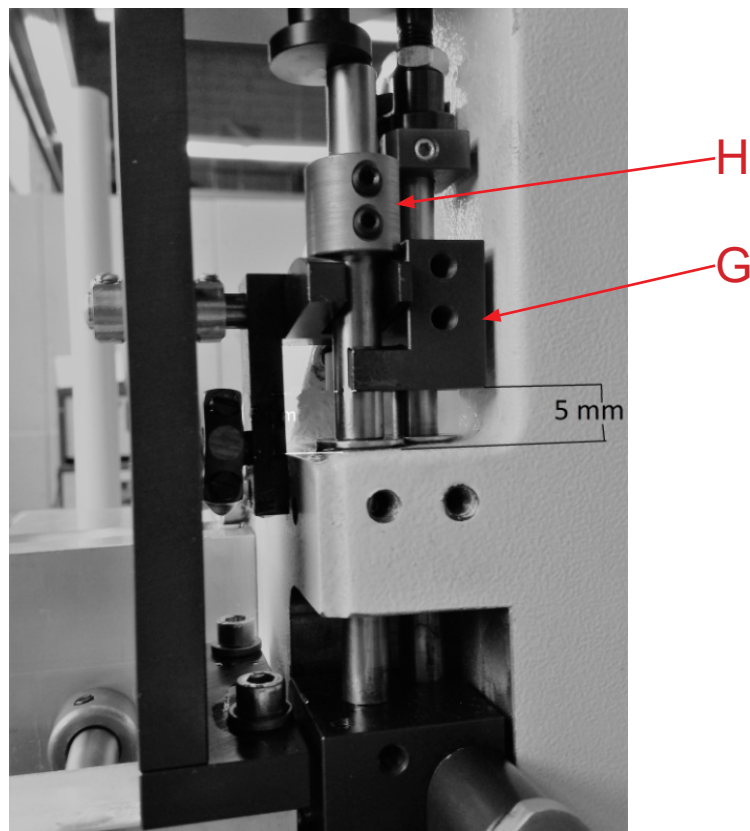

Fig. 4
5. Set presser foot bracket (G, Fig. 4) to 5 mm height.
Set stroke with collar (H, Fig. 4) of the upper feed.
5. Drückerfusshublager (G, Fig. 4) auf Höhenmaß 5 mm einstellen.
Mit Stellingring (H, Fig. 4) Hub des Obertransport einstellen.